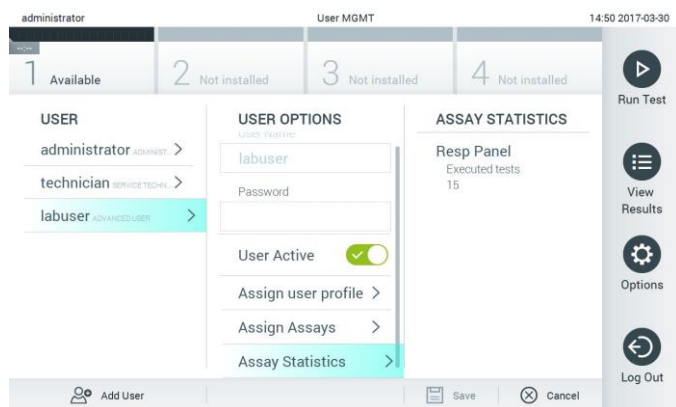

Figura 51. Visualizando as estatísticas do ensaio.
- Assay Statistics (Estatísticas do ensaio): exibe o número de vezes que um ensaio foi realizado pelo usuário selecionado (Figura 51).